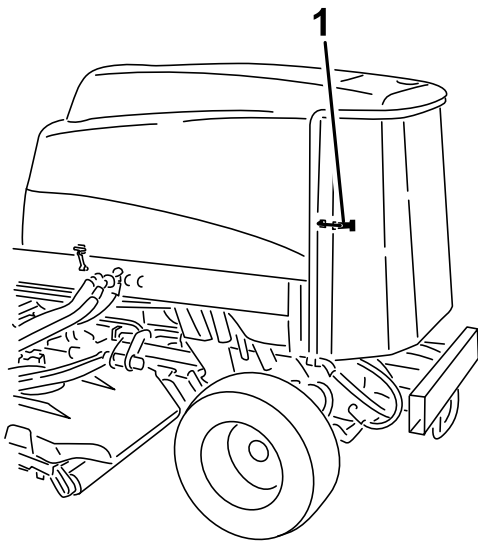

Рисунок 78
3. Откройте защелку и откиньте заднюю решетку (Рисунок 78).